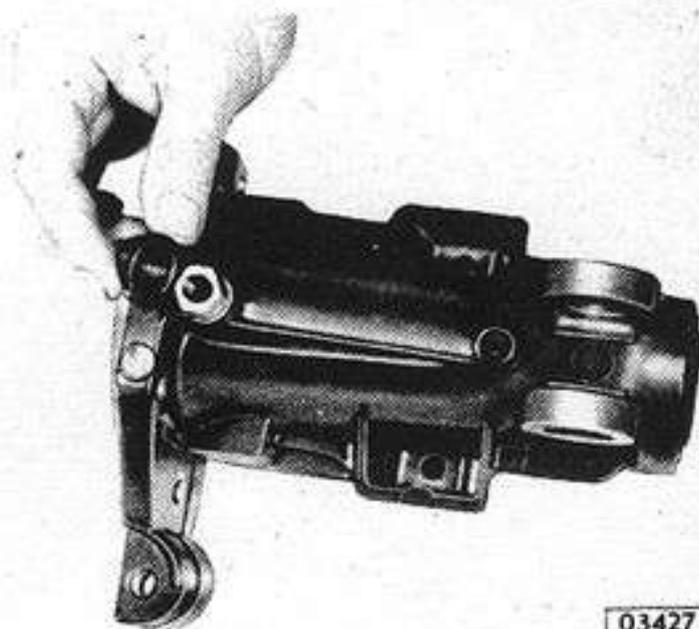

Fig. 11 - Extracción del conjunto del eje principal
1. Sacar el conjunto del eje principal retirando el aro elástico. Retirarlo de la extensión de la caja (Fig. 11).